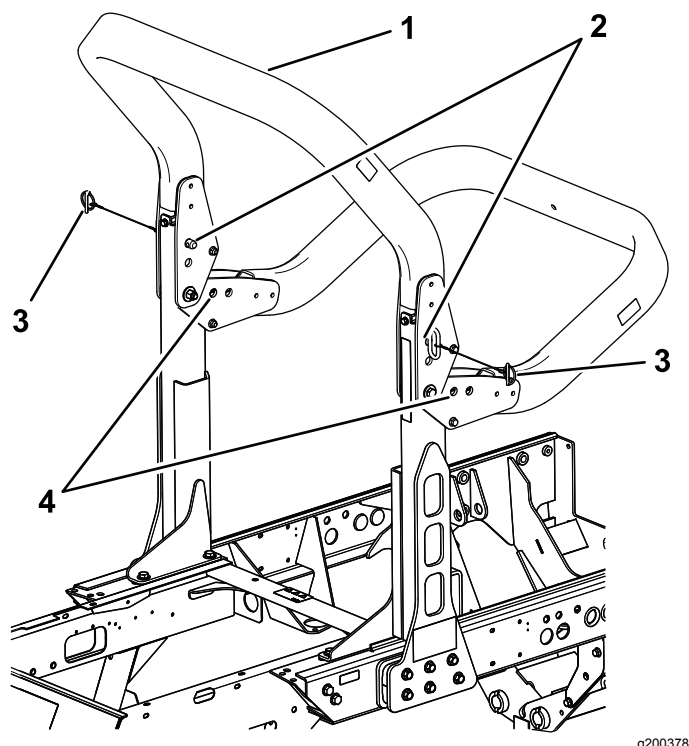

Рисунок 60
2. Поддерживайте верхнюю раму защитной дуги, когда снимаете шплинты и шплинтуемые штифты с кронштейнов осей поворота (Рисунок 60).